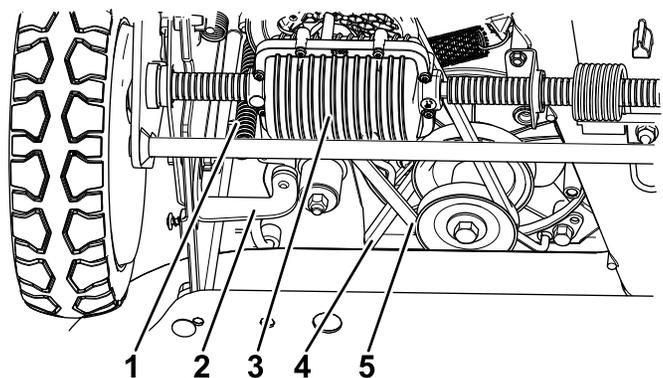

Рисунок 49
6. Ослабьте кронштейн и поверните его вперед (Рисунок 49).